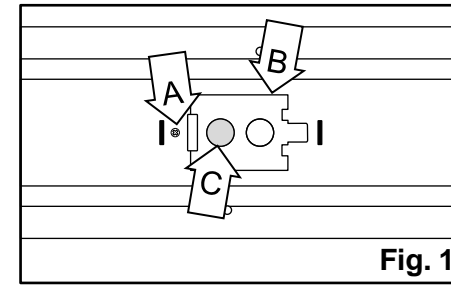

Fig. 1
5. Coloque la **placa de acceso (B)** sobre el luminario y fíjelo con el **tornillo (A)** que retiró previamente. [Fig. 1]